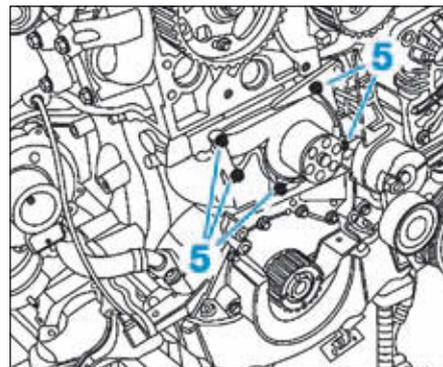

FIG.29
- les vis (5) de la pompe à eau (Fig.29),